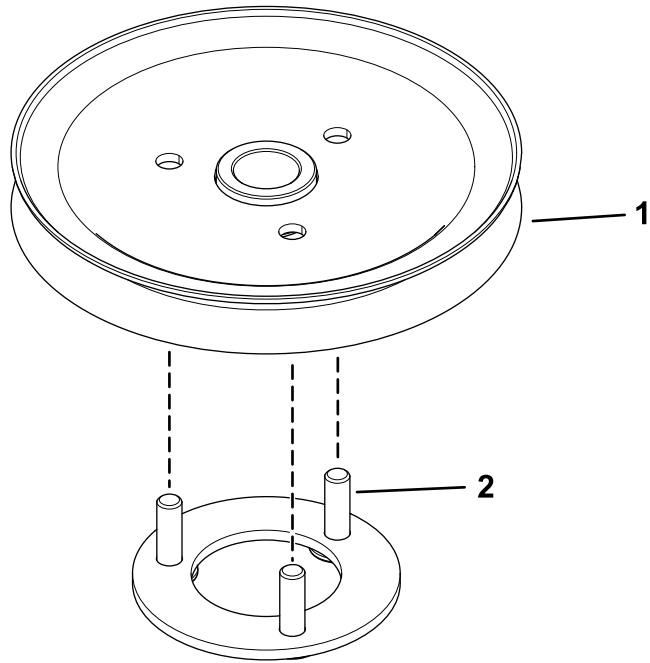

Figure 8
- Insérez les goujons du support de plateau de la poulie dans les trous de la roue à gorge (Figure 8).